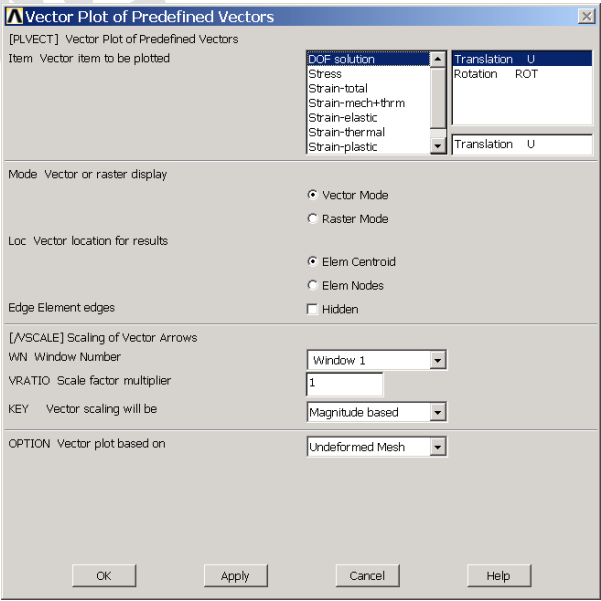

图6.19 矢量图选项对话框
(1) 单击 **Main Menu>General Postproc>Plot Results>Vector Plot>Predefined** 菜单，弹出如图 6.19 所示的【**Vector Plot of Predefined Vectors**】对话框。